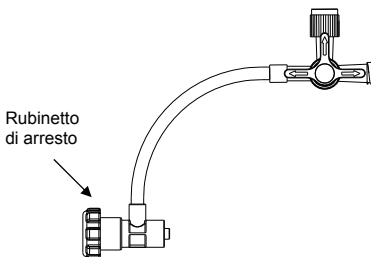

Fig. 5 Valvola emostatica
- 3) Valvola emostatica (Fig. 5)